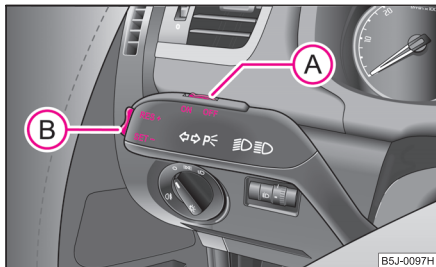

Abb. 94 Bedienungshebel: Wippe und Schiebescalter der Geschwindigkeits-Regelanlage
- Drücken Sie den Schalter **A** ⇒ Abb. 94 in die Stellung **ON**.
- Die gespeicherte Geschwindigkeit können Sie ohne Betätigung des Gaspedals durch Drücken der Wippe **(B)** ⇒ Seite 94, Abb. 94 in die Position **RES+** erhöhen.
- Drücken Sie den Schalter **(A)** ⇒ Seite 94, Abb. 94 nach rechts in die Stellung **OFF**. ■